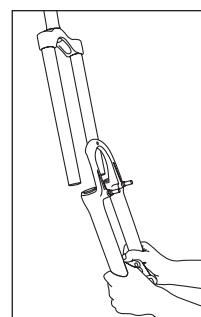

Fig. 7
7. Sfilare il gruppo monoblocco fodero-archetto (vedere Fig. 7), l'olio continuerà